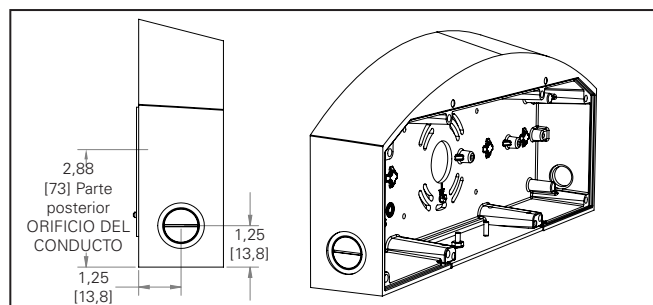

Figura 15.
6. Apriete los dos tornillos de cabeza Phillips de 1/4-20 en el luminario a 20 in-lb (2,25 Nm) (Figura 15).
4. Tire de los cables de alimentación desde la parte posterior de la caja posterior o desde los orificios laterales para conductos (Figura 15).